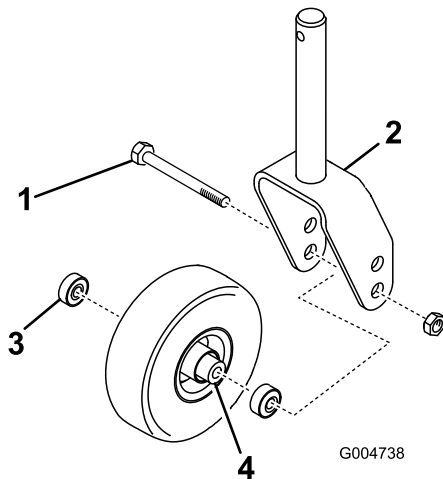
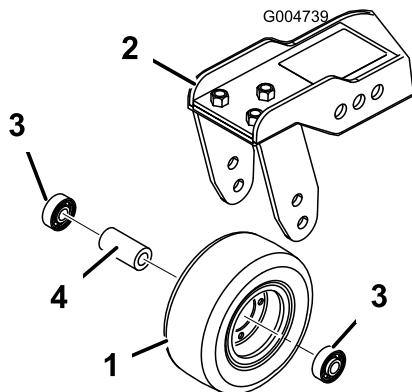

Bild 107
Bild 108
1. Entfernen Sie die Sicherungsmutter von der Schraube, mit der das Laufrad zwischen der Laufradgabel (Bild 107) oder dem Laufradgelenkarm (Bild 108) befestigt ist.
2. Entfernen Sie das Lager aus der Radnabe und lassen das Lagerdistanzstück herausfallen (Bild 107 und Bild 108).